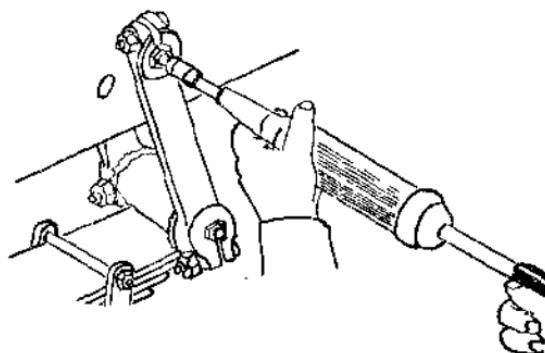

图1 向钢板壳子内注入黃油
(1) 清洁黃油嘴和机件外部：
(2) 加注方法如图1，直到机件缝隙处露出油时为止；若加注不进去，则更换黃油嘴或将加注黃油的机件拆下清洗。